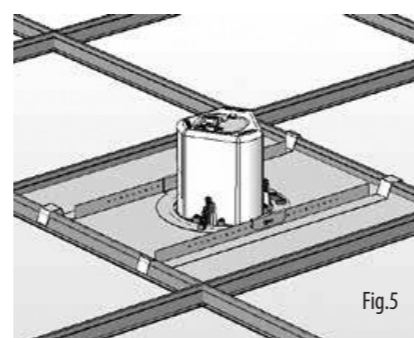

Fig.5
4. Schuif het tegelpaneel terug in het verlaagde plafond. De uiteinden van de tegelbrug vallen over de relingen en ondersteunen het gewicht van de luidspreker. (Afb.5)
4. Skjut kakelpanelen tillbaka i undertaket. Kakelbroändarna kommer att fånga över räckena och stödja högtalarens vikt. (Fig.5)
4. Wsuń panel kafelkowy z powrotem do sufitu podwieszanego. Końce mostka płytkowego zaczepią się o poręczę, podtrzymując ciężar głośnika. (Rys.5)